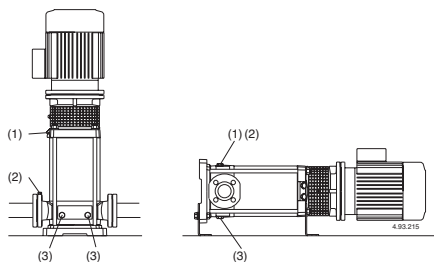

Fig. 4d (1) Remplissage et évent
(2) Event aspiration
(3) Vidange
Avec le **niveau d'eau côté aspiration sur la pompe** (fonctionnement en charge, **fig. 3B**), remplir la pompe en ouvrant lentement et complètement la vanne sur le tuyau d'arrivée, en tenant ouverte la vanne de refoulement et les bouchons (1), (2) (**fig. 4d**) pour purger l'air.
Serrer les bouchons d'évent (1), (2) (**fig. 4d**), pour MXV-B, MXV(L) 25-32-40-50 et MXV(L)4 25-32-40-50 serrer la vis-épingle (14.17) dans le bouchon de vidange (14.12) (**fig. 4b**) et fermer l'évent (14.04).